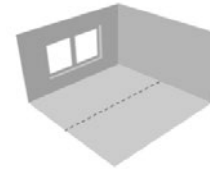

Fig. 1c
- Tracer un repère en partageant la pièce en deux parties parallèlement à la fenêtre principale (fig. 1c).
- Mark a line dividing the room into two halves parallel to the main window (fig. 1c).